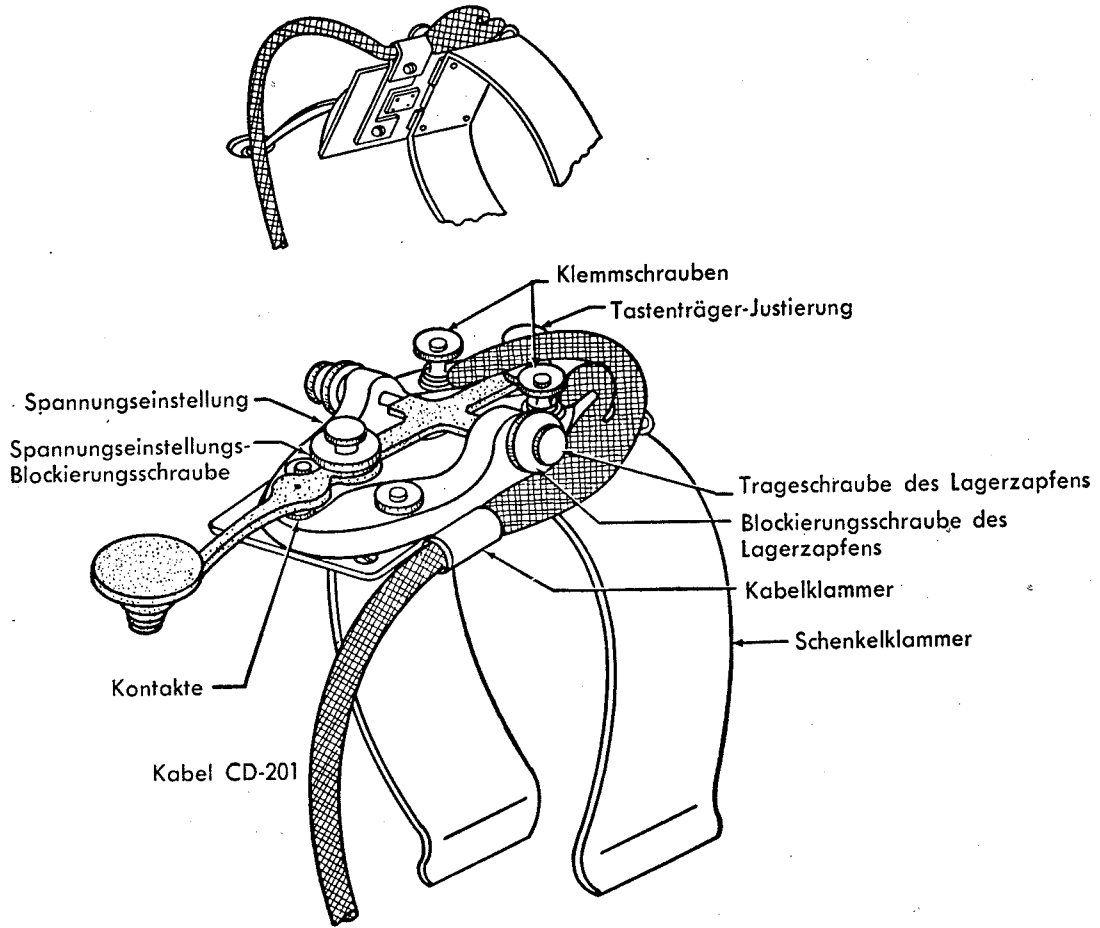

Bild 23 Morsetaste J-45
1.2.14 Sendetaste J-45 (Bild 23)
Die Sendetaste ist in Bild 23 schematisch gezeigt. Für den Anschluß ist eine mit „TASTE“ bezeichnete Buchse auf der Frontplatte des Senders vorhanden. Über ein Kabel, das mit dem Stecker PL-55 ausgerüstet ist, wird die Verbindung zwischen Sendetaste und Sender hergestellt.